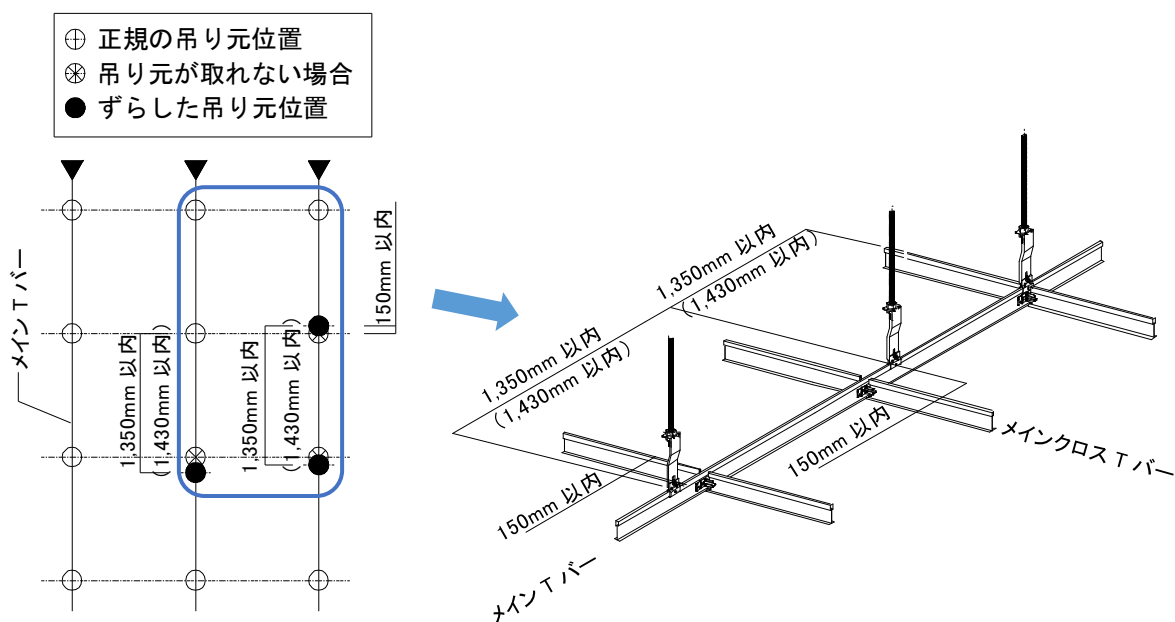

図2-3-2 吊りボルト設置時の注意事項
②ハンガーを組付けた吊りボルトをインサートにねじ込み、吊りボルトが鉛直になるように設置すること。
③吊りボルト設置時は、メインTバーとメインクロスTバーの交点 $1,200 \times 1,200 \text{ mm}$ または $1,280 \times 1,280 \text{ mm}$ 付近に直吊りする。やむを得ず交点から離れて吊る場合は、メインTバー方向、メインクロスTバー方向とも 150 mmまでとし、吊りボルト相互の離れは 1,350 mm以内 ($1,280 \times 12,80 \text{ mm}$ の場合は 1,430 mm以内)とすること。(図 2-3-2 参照)